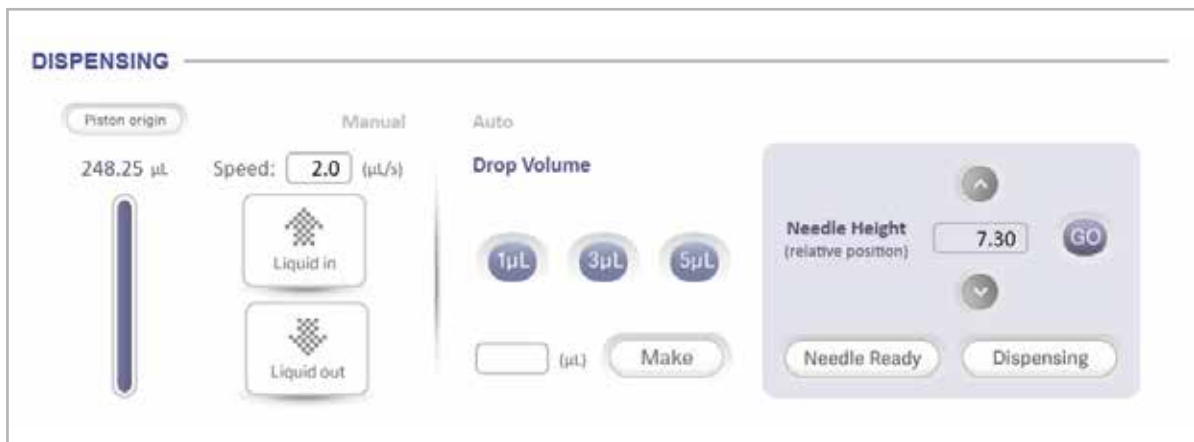

Figure 7. Dispensing section
3. 바늘의 높낮이를 조절하며 각 분주 지점의 알맞은 높이를 찾습니다. (Figure 7)